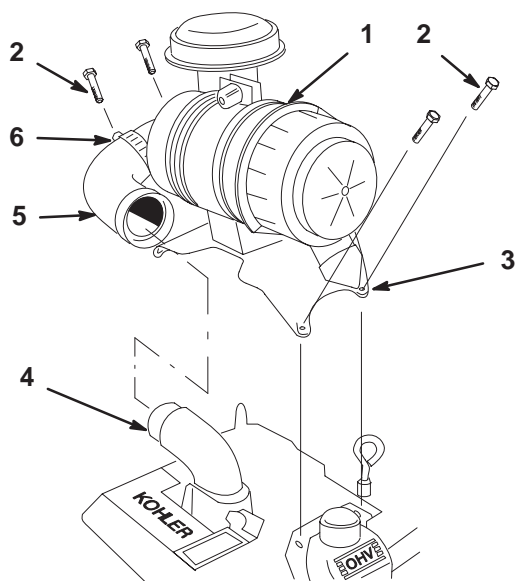

Figure 7
1. Sortez le filtre à air de la boîte. Ne séparez pas le filtre à air et son support (Fig. 7).
2. Retirez les deux vis de montage sur les couvre-culasses (Fig. 7).
3. Posez le filtre à air sur le moteur et alignez les trous du support avec ceux des couvre-culasses (Fig. 7).
4. Placez les vis dans le support du filtre à air et les couvre-culasses (Fig. 7).
5. Retirez les bouchons en plastique du coude d'admission d'air sur le moteur et le flexible du filtre à air (Fig. 7).
6. Raccordez le flexible au coude d'admission d'air sur le moteur et le filtre à air. Serrez les colliers pour fixer les raccords du flexible (Fig. 7).